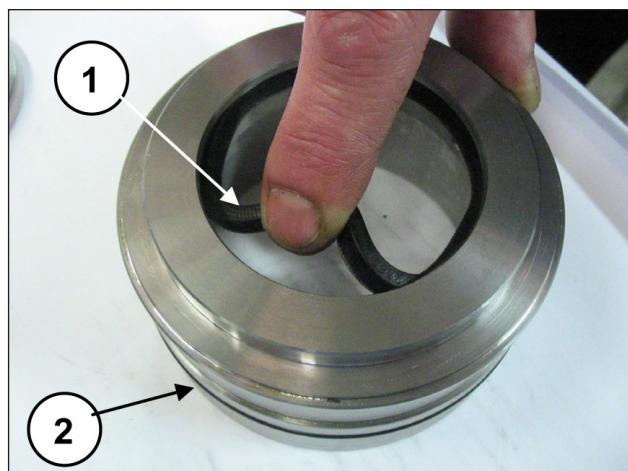

图 169
将低压密封圈插入护垫支撑（位置①，图 169），注意组装方向，密封唇应在前面（朝向泵头）和O形圈（位置②，图 169）。